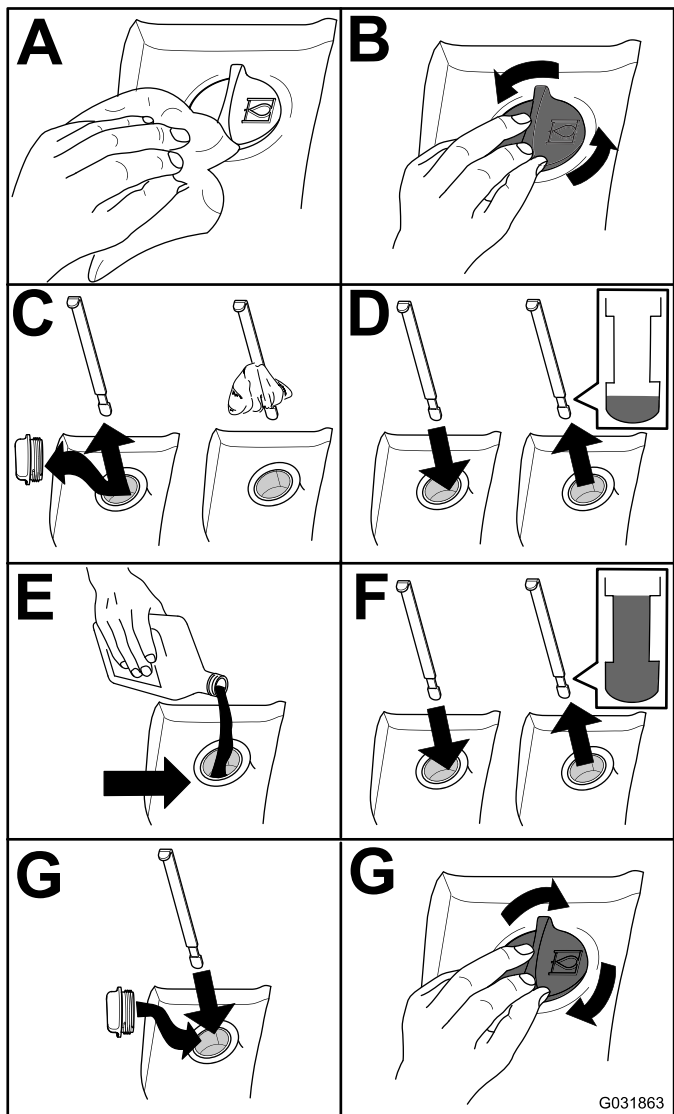

Figura 99
2. Verifique o nível de fluido hidráulico (Figura 99).